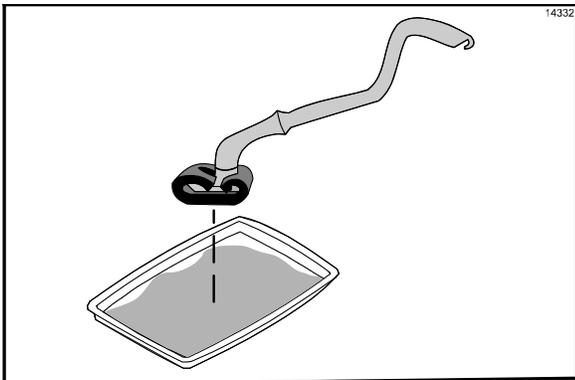

Figura 47
14. Moje el soporte de fibra limpiadora de parrillas Kay con la solución limpiadora para parrillas. (Vea la figura 47.)